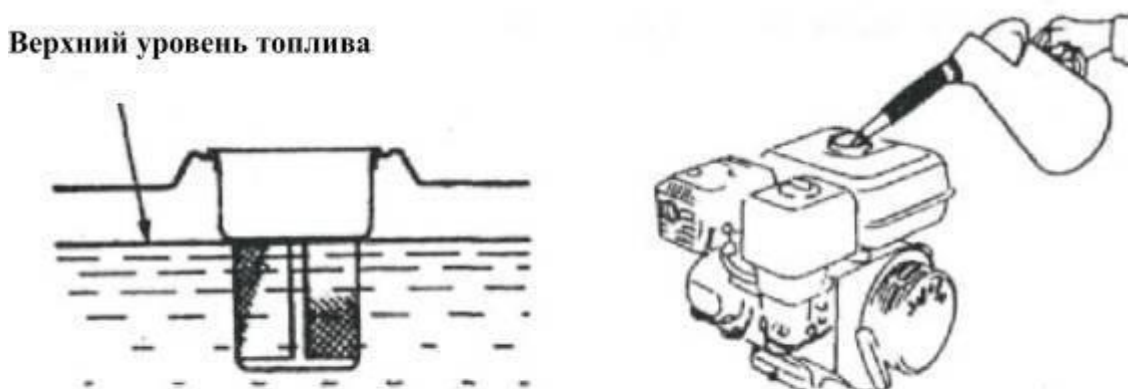

Рис.12
- Если уровень низок, долейте бензин. Уровень бензина не должен быть выше горловины топливного фильтра (рис. 12).